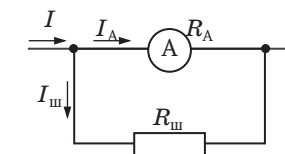

Fig. 4
9. Pentru a măsura o intensitate a curentului, mai mare decât aceea pentru care este prevăzut ampermetrul, se poate folosi de același ampermetru. În paralel cu ampermetrul trebuie de legat un rezistor – șunt; (fig. 4). În